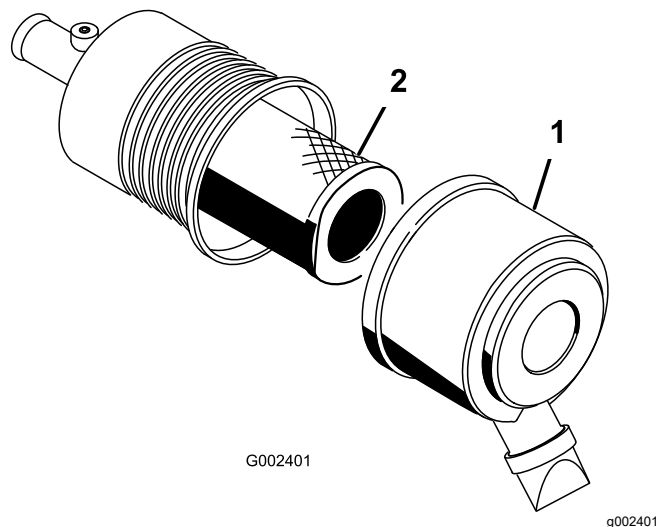

Bild 54
2. Lösen Sie die Riegel, mit denen die Abdeckung des Luftfilters am Luftfiltergehäuse befestigt ist (Bild 54).
3. Entfernen Sie die Abdeckung vom Luftfiltergehäuse (Bild 54).
5. Nehmen Sie den Filter heraus und wechseln Sie ihn aus (Bild 54).